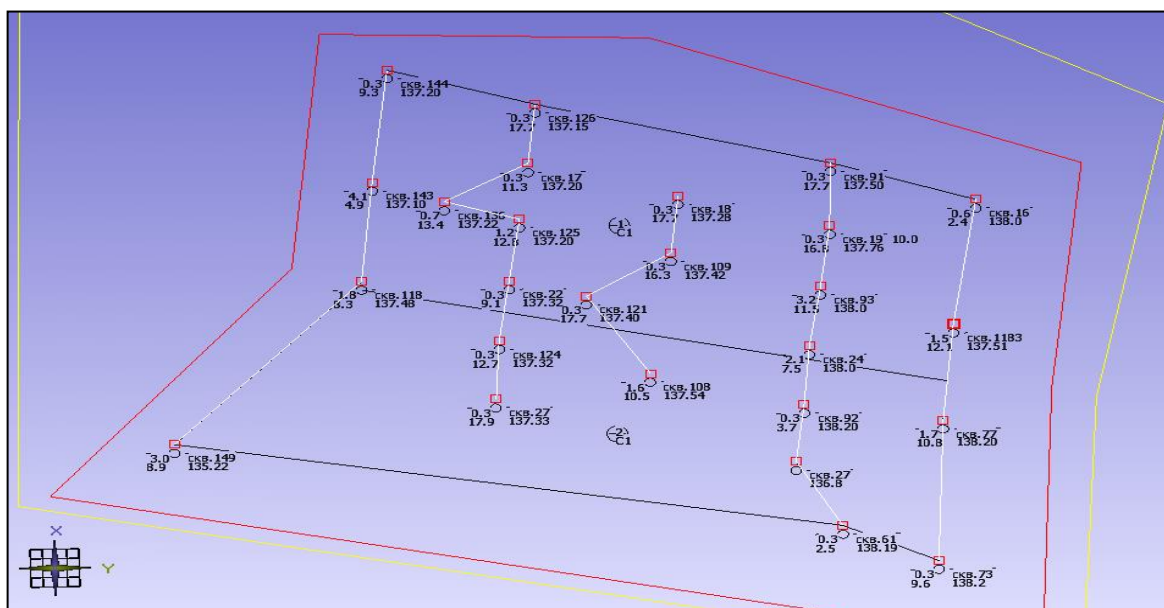

Рис. 5.6
5.3. После выполненных действий сохраните проект **Учебный** (рис.5.6).